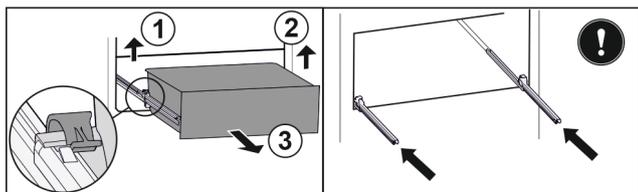

Fig. 89
- ▶ 提起左侧夹子，同时将抽屉左侧向前拉。 Fig. 89 (1)
- ▶ 提起右侧夹子，同时将抽屉右侧向前拉。 Fig. 89 (2)
- ▶ 朝前取出抽屉。 Fig. 89 (3)